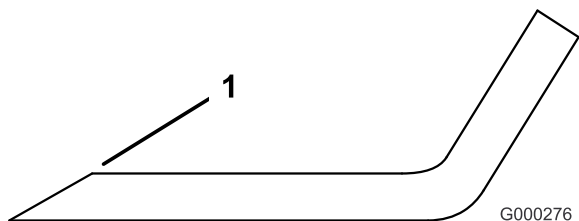

Figure 54
1. Au moyen d'une lime, aiguiser les tranchants aux deux extrémités de la lame (Figure 54) en veillant à conserver l'angle de coupe d'origine. Limez la même quantité de métal sur chacun des deux tranchants pour ne pas déséquilibrer la lame.